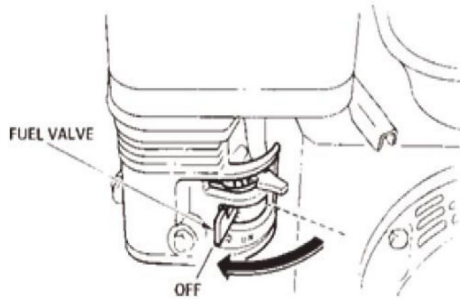

ABB.13
10.3 Schließen Sie den Kraftstoffabsperrrhahn (ABB. 13), indem Sie den Kraftstoffhahnhebel bewegen in die AUS-Position bringen.